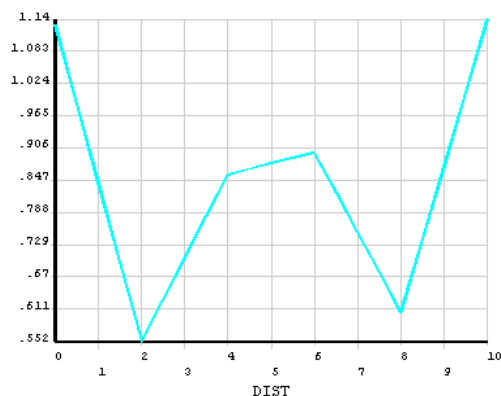

图 9-140 右边边界速度变化曲线
⑩单击“OK”按钮, ANSYS 窗口显示如图 9-140 所示的右边边界的速度变化曲线。